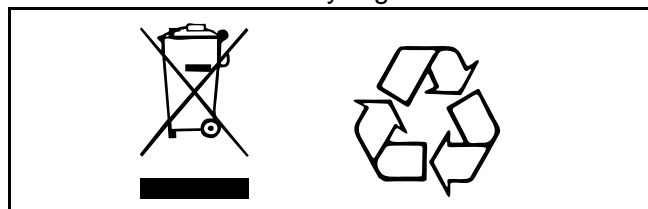

Fig. 2
- En ce qui concerne le recyclage et l'élimination des batteries, il faut observer les règlements conformément à la directive DEEE (Déchets d'équipements électriques et électroniques), ainsi que les règlements municipaux. Sinon, il y a des risques d'explosion, de fuite et donc de blessures. Si les batteries sont retournées, il faut isoler les bornes avec du ruban adhésif. Sinon l'électricité résiduelle contenue dans les batteries usées risque de causer un incendie ou une explosion. Pour se débarrasser d'un article appartenant à l'équipement, prière de consulter les autorités locales concernées. La Fig. 2 illustre les symboles correspondant à l'élimination et au recyclage.